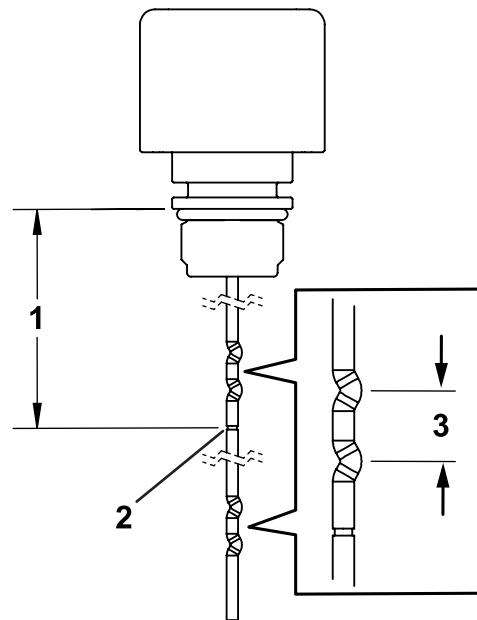

Figura 13
3. Recorte la varilla en la línea de corte marcada, indicada en la Figura 13. Asegúrese de que el extremo recortado está liso, y elimine cualquier rebaba.
Llene el depósito del detector de fugas con fluido hidráulico hasta que el nivel de fluido llegue al centro de las marcas de llenado de la varilla; consulte Figura 13.